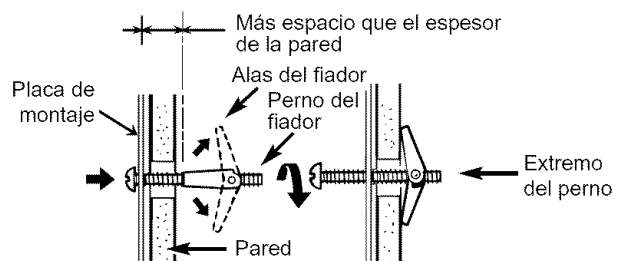

Figura 27
4. Fije la placa a la pared. Para usar los pernos con cabeza del fiador: Quite las cabezas con los fiadores. Inserte los pernos en la placa de montaje y vuelva a colocar las cabezas con los fiadores luego de pasar los pernos por los agujeros de 3/4". Inserte las cabezas con fiadores en la pared para montar la ménsula. Puede tirar hacia delante la ménsula para ayudar a ajustar los fiadores. Ajuste todos los pernos. Vea la **Figura 27**.